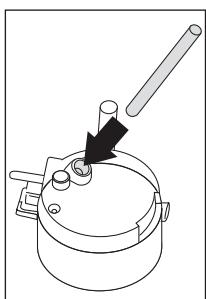

Fig. 31
- Asigurați-vă că tubul de aspirație este introdus corect în garnitura de cauciuc (Fig. 31). După aceea puneți la loc capacul recipientului de lapte.